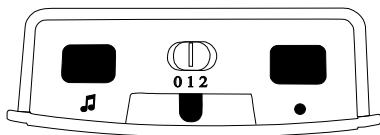

Bild 2: »signolux«-ovansida
Med hjälp av signalval-skjutreglaget (på bild 2 »0 1 2«) kan du välja typ av signalering.
- a) Håll länge funktionsknappen »•« (bild 2) nedtryckt. Symbolerna lyser upp efter varandra. Släpp knappen när symbolen som önskas tänds.
- c) Håll melodi-omkopplaren »♪« (bild 2) nedtryckt i 2 sekunder.
- a) Håll långe funktionsknappen »●« (bild 2) nedtryckt. Symbolerna lyser upp efter varandra. Släpp knappen när symbolen som önskas tänds.
- b) Tryck nu samtidigt på funktionsknappen »●« och melodi-omkopplaren »♪« (båda bild 2), tills alla symboler börjar kör blinka samtidigt..
Med ett kort tryck på funktionsknappen »●« (bild 2), kan den senast meddelade signalen visas en gång till. Likaså kan en just utlöst signal "tas bort" när man trycker på denna knapp.